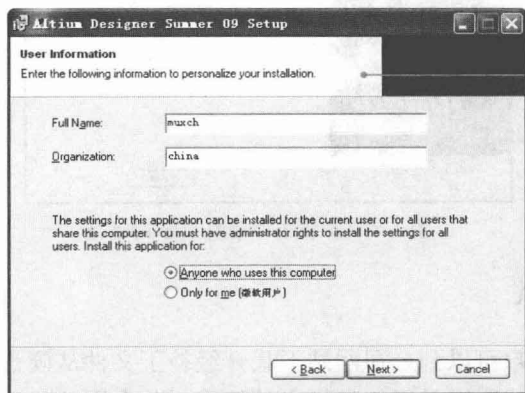

图 1-3 用户信息登记对话框
(3) 在弹出的用户信息对话框中, 用户可根据自身的情况, 在用户信息登记对话框的 Full Name 文本框中输入用户名, 在 Organization 文本框中输入单位名称, 如图 1-3 所示。此外, 在该对话框中用户还可以设定该软件的使用权限: Anyone who use this computer 和 Only for me。